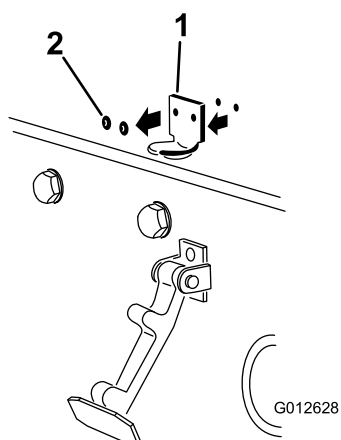

Figure 12
2. Retirez les (2) rivets qui fixent le support du verrou au capot (Figure 12). Enlevez le support du verrou du capot.